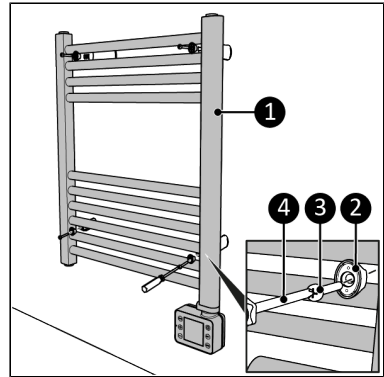

Abbildung 10.
10. Platzieren Sie das Gerät (Abbildung 10, Pos. 1) über die Wandhalterungen.
11. Schrauben Sie das Gerät mit vier großen Schrauben (Abbildung 10, Pos. 3) an der Wandhalterung (Abbildung 10, Pos. 2) fest mit einem Kreuzschlitzschraubendreher (Abbildung 10, Pos. 4).